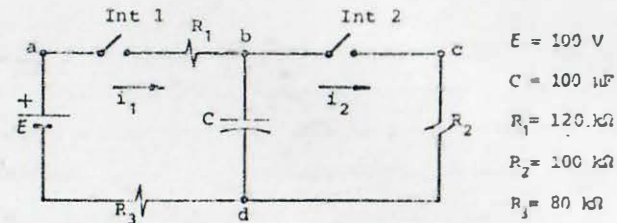

FIGURA P4.10
4.10 El capacitor  $C$  del circuito de la figura P4.10 está originalmente descargado. El interruptor 1 se cierra en  $t=0$  y se abre 30 s más tarde; 10 s después de abierto el interruptor 1 se cierra el 2 y permanece cerrado 20 s, al cabo de los cuales se abre el interruptor 2. Finalmente, 10 s después de abierto el interruptor 2 se cierra por segunda vez el 1. Dibuje las gráficas  $V_{ab}$ ,  $V_{bd}$ ,  $V_{bc}$ ,  $V_{cd}$ ,  $i_1$  e  $i_2$  contra  $t$  para el intervalo  $0 < t < 90$  s e indique los valores de las ordenadas cada 5 s.